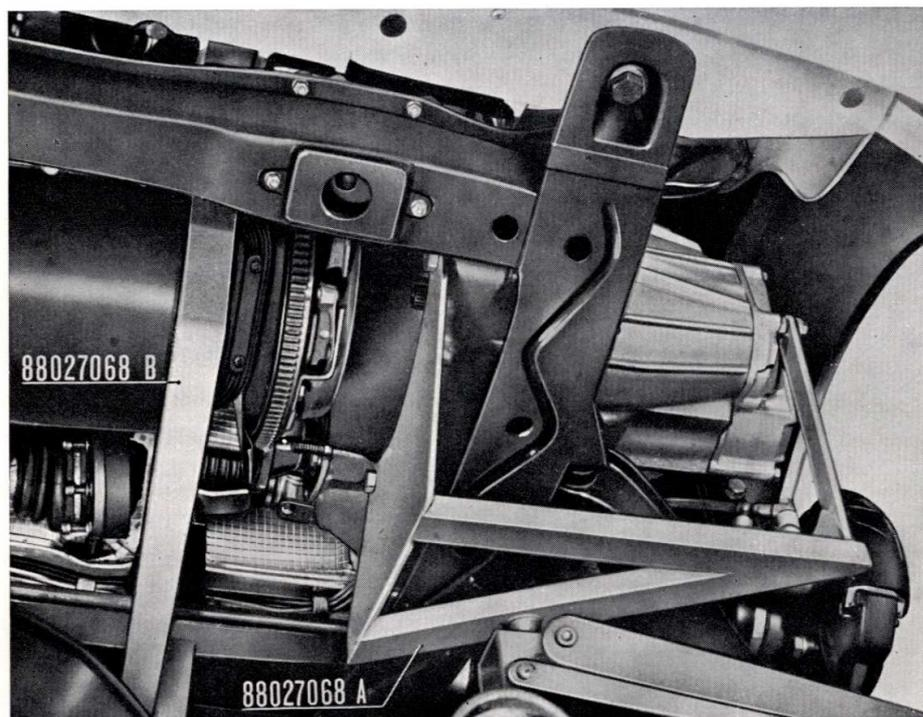

Fig. 37 - Mise en place de l'outil
- Placer l'outil 88027068A comme indiqué à la figure 37.